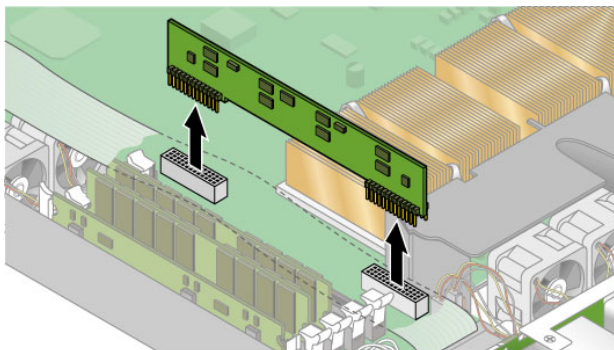

図 3-24 CPU VRM の取り外し
3. CPU VRM を「まっすぐ上」に引き出し、ソケットから CPU VRM を取り外します (図 3-24 を参照)。